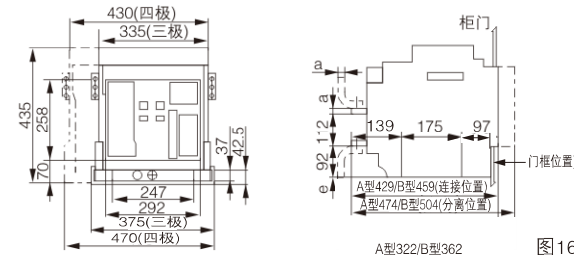

图16c
• CFW1-2000抽屉式断路器安装尺寸，外形尺寸图(见图16c)